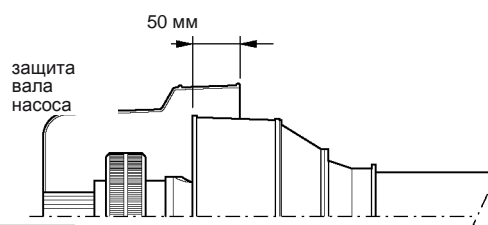

Рис. 8
- Не наступайте на защиту вала. Устройство ограничения крутящего момента устанавливается на стороне привода. Во всех случаях защита должна перекрывать карданный вал не менее, чем на 50 мм (Рис. 8).